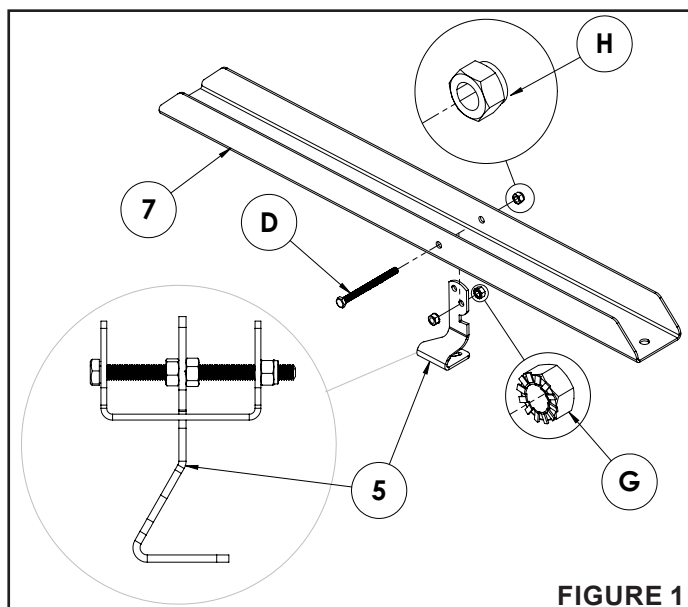

FIGURE 1
ÉTAPE 1: (VOIR FIGURE 1)
- Assemblez le timon pivotant (7) en insérant le loquet de pédale (5) dans la fente, comme illustré ci-dessous.
- Installez le boulon hexagonal de 5/16 po (D) dans le premier trou du timon pivotant (7).
- Vissez un écrou Sims de 5/16 po (G) sur le boulon hexagonal de 5/16 po (D) jusqu'à ce qu'il soit à environ 1 po de la tête du boulon. (La rondelle de l'écrou (G) doit être orientée à l'opposé de la tête du boulon.)
- Faites passer le boulon hexagonal (D) dans le trou central du loquet de pédale (5), comme illustré ci-dessous.
- Vissez un écrou Sims de 5/16 po (G) sur le boulon hexagonal de 5/16 po (D) jusqu'à une distance d'environ 2 po de l'extrémité filetée. Assurez-vous que la rondelle de l'écrou (G) est orientée vers la tête du boulon.
- Faites passer le boulon hexagonal (D) dans l'autre trou du timon pivotant (7).
- Fixez le boulon hexagonal de 5/16 po (D) avec un écrou autofreiné nyloc de 5/16 po (H).
- Serrez les deux écrous Sims de 5/16 po (G) contre le loquet de la pédale (5). Vérifiez ensuite que le loquet (5) peut bouger librement et n'est pas bloqué.
- Serrez l'écrou autofreiné nyloc de 5/16 po (H).